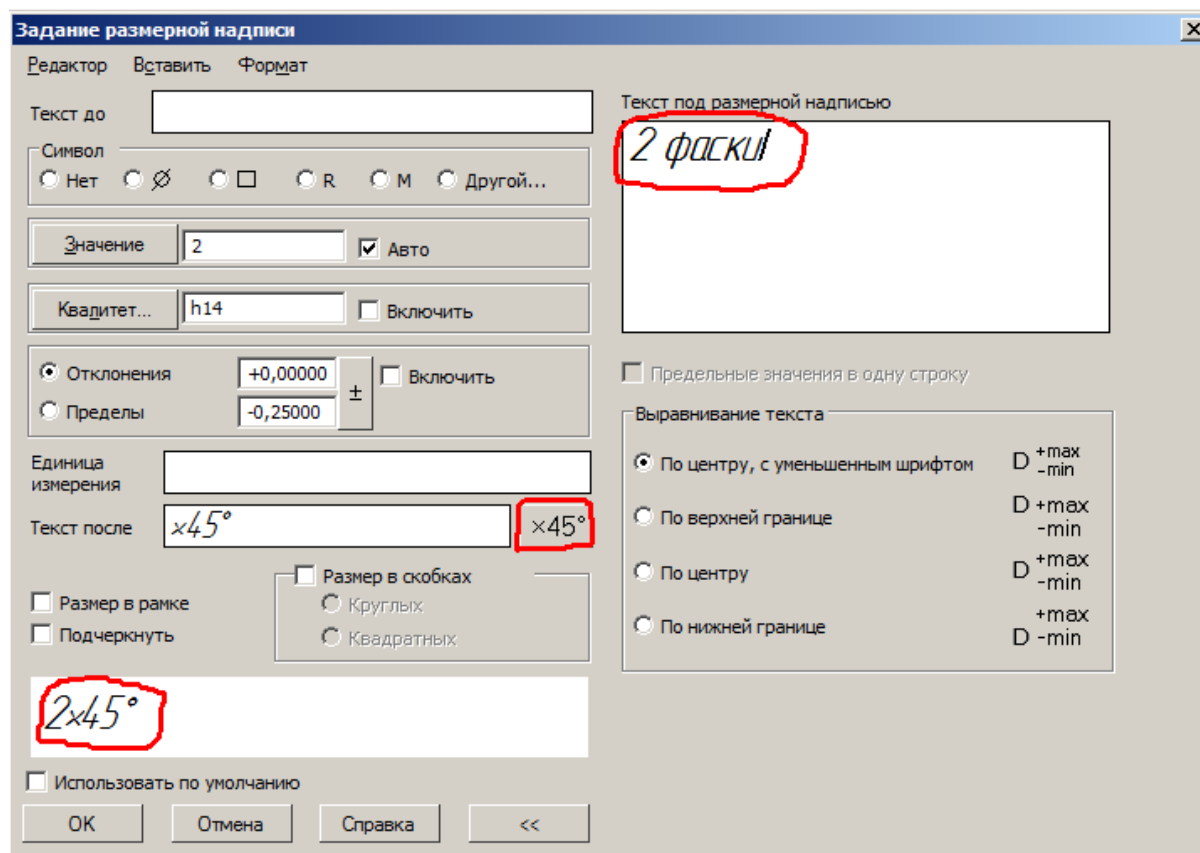

Рис. 31. Диалоговое окно задания размерной надписи
- щёлкните мышью по стрелке в правом нижнем углу окна. Диалоговое окно раскроется (рис. 31):